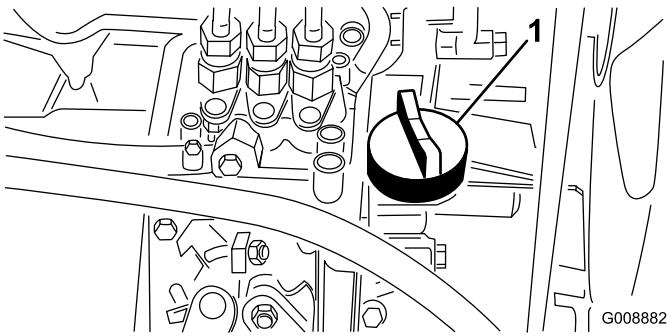

Figura 36
- Se o nível do óleo for baixo, retire a tampa de enchimento (Figura 36) e adicione gradualmente pequenas quantidades de óleo, verificando constantemente o nível, até que este alcance a marca FULL na vareta.